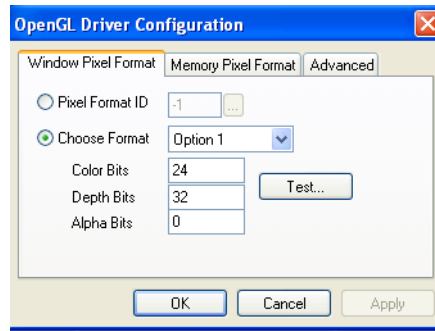

Figure 5-76 : Boîte de dialogue *OpenGL Driver Configuration* (Configuration du pilote OpenGL)
4. Dans la boîte de dialogue *OpenGL Driver Configuration* (Configuration du pilote OpenGL) (figure 5-76), sélectionnez **Pixel Format ID** (Identifiant du format des pixels) et saisissez ce nombre.